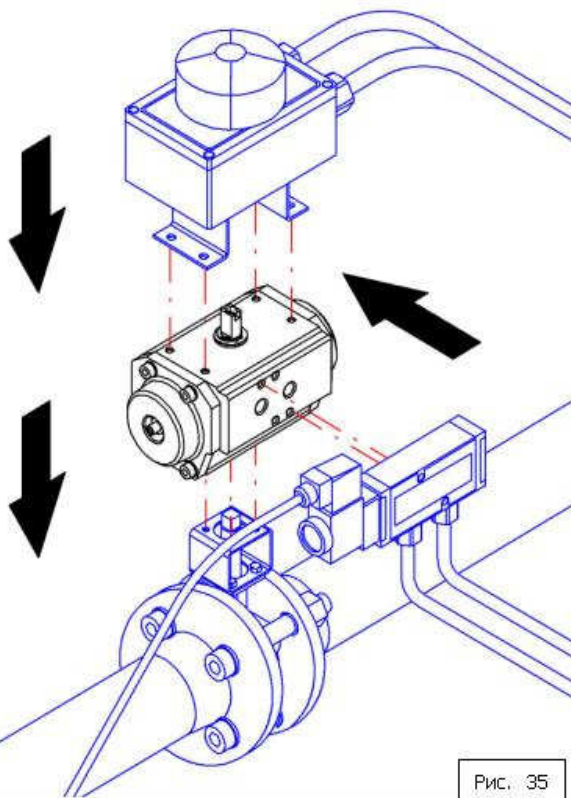

Рис. 35
**15** - Установите привод, подайте электрическое и пневматическое питание и проверьте работу механизма, см. Рис. 35.